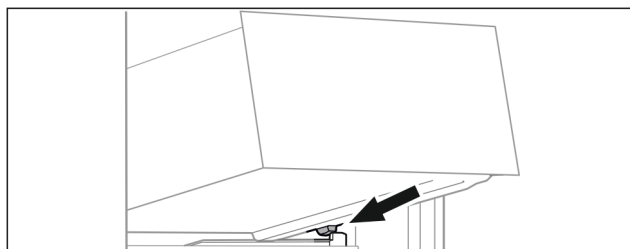

Fig. 135
- ▶ Nasadte zásuvku šikmo za zarážky na žebrování na nádoby. (viz Fig. 135)